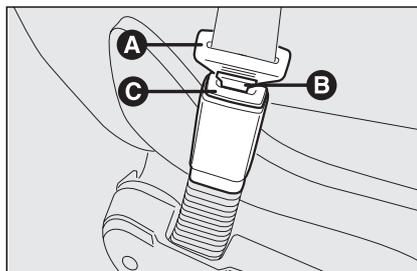

Abb. 1
## BENUTZUNG DER SICHERHEITSGURTE Abb. 1
**Den Knopf C-Abb. 1 nicht während der Fahrt drücken.**